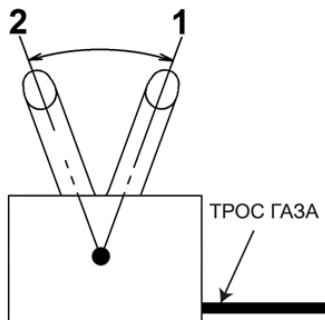

Рис. 16 Положения рычага газа
4. Переведите рычаг газа (Рис. 2) на 1/3 хода в сторону положения максимальных оборотов двигателя (Рис. 16).
1. Переведите двигатель в режим холостого хода, для этого переведите рычаг газа в положение 2 холостых оборотов двигателя (Рис. 16) и дайте двигателю поработать примерно 1 минуту.
4. Переведите рычаг газа в положение 1 максимальных оборотов двигателя (Рис. 16).